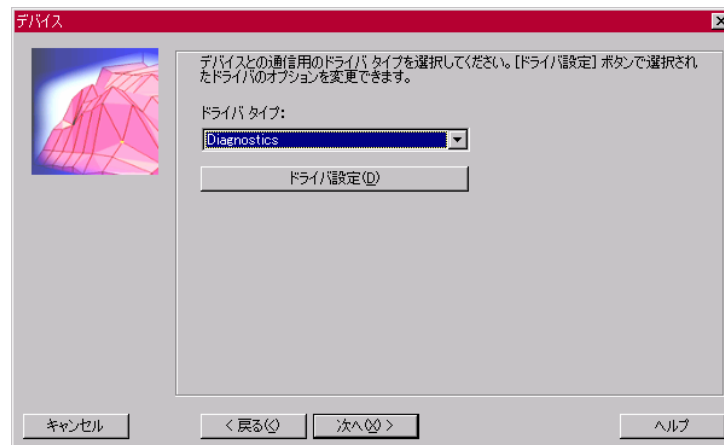

図 9 デバイス設定ダイアログ 3
5) デバイス設定ダイアログ (図 9 デバイス設定ダイアログ 3) に戻るので [次へ] ボタンを押します。